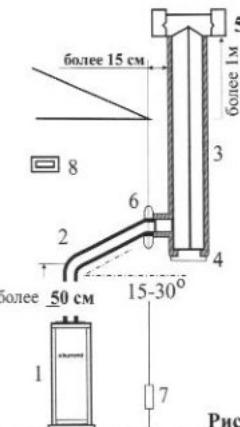

Рис. 19
8. Дымоход приставной (Рис. 19).
8.2. Приставной дымоход показан на рис. 19: